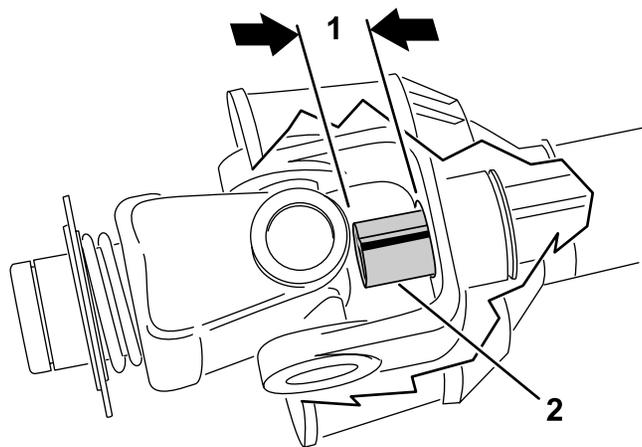

Рисунок 16
- Сдвигайте трубы вала отбора мощности друг к другу, пока они не будут полностью сжаты. Проверьте, не выступает ли **внутренняя** труба в секцию крестовины и подшипника наружной трубы (Рисунок 16). Если выступает, то для устранения проблемы следует отрезать **излишек** от внутренней трубы. Переходите к следующему этапу.
- Измерьте расстояние, на которое внутренняя труба выступает в секцию крестовины и подшипника наружной трубы (Рисунок 16). Добавьте это расстояние к размеру, полученному на этапе 8.